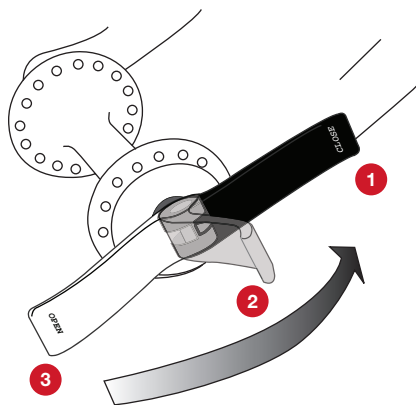

Figura 40. Posições da alavanca:
1. Mova a alavanca de blocagem rápida para a posição ABERTA (Figura 40, nº 3) e ajuste a roda de modo que ela toque totalmente as superfícies internas das extremidades do garfo.
2. Com a alavanca na posição de ajuste (Figura 40, nº 2), aperte a porca de ajuste (Figura 27) até que fique ligeiramente apertada.
3. Trave a blocagem rápida: com a alavanca na palma de sua mão, mova a alavanca para a posição FECHADA, (Figura 40, nº 1).